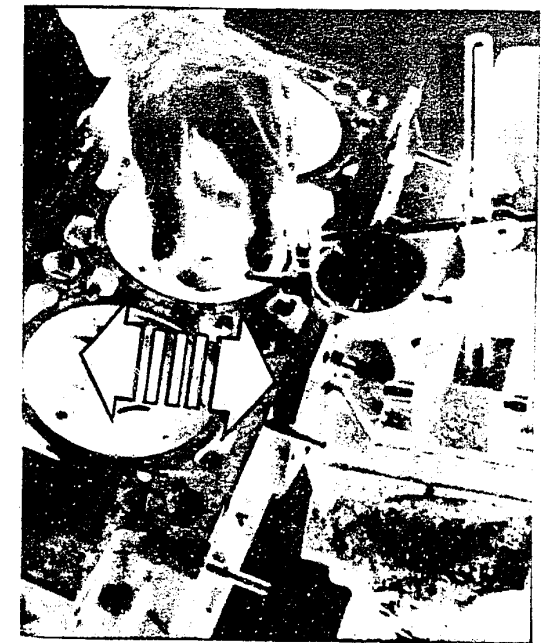

Bild 20 2850 V6-Motor: Bei seitlichem Bewegen des leicht herausgezogenen Ventils darf sich ein Spiel von max. 0,15mm ergeben.
f) Die **Ventile** sind zum Prüfen des Laufspiels leicht aus dem Sitz zu heben und seitlich zu bewegen (Bild 20). Das 2. Mass für den Ventilschaftdurchmesser ist auf einem Abstand von 26,5mm (Einlass) und 32mm (Auslass) vom Ventilteiler aus zu prüfen. Es muss 7,965 ... 7,980mm (Einlass) und 7,945 ... 7,960mm (Auslass) betragen.